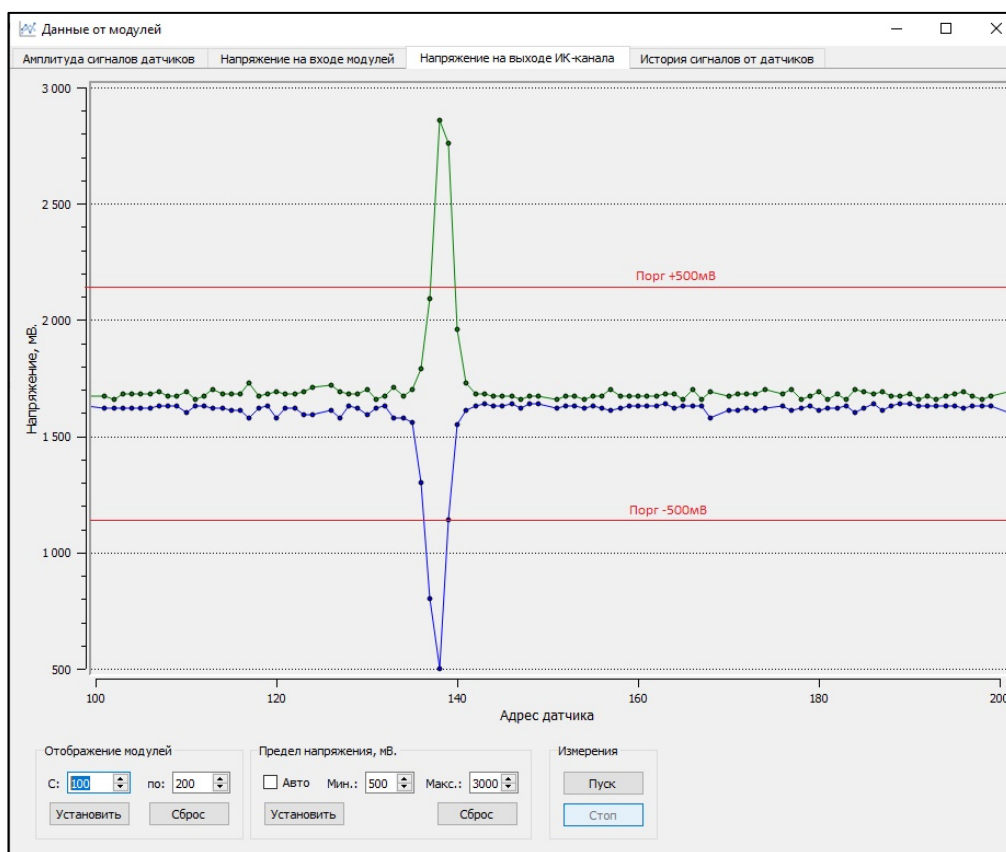

Рисунок 14. ПН "Пунктир-А" окно «Данные от модулей» вкладка «Напряжение на выходе ИК-канала»
5.7.3 Выбор параметров обработки ИК канала осуществляется на основе значений, полученных от модулей (Рисунок 14). Для анализа ИК сигналов в ПН "Пунктир-А" открыть окно «Данные от модулей» и выбрать вкладку «Напряжение на выходе ИК-канала».
5.7.4 На графике (рисунок 14) представлена реакция ИК-канала ДИ-А при вхождении нарушителя в зону контроля модуля. Имитация нарушения осуществляется прохождением человека на заданном расстоянии от ограждения с настраиваемым модулем.